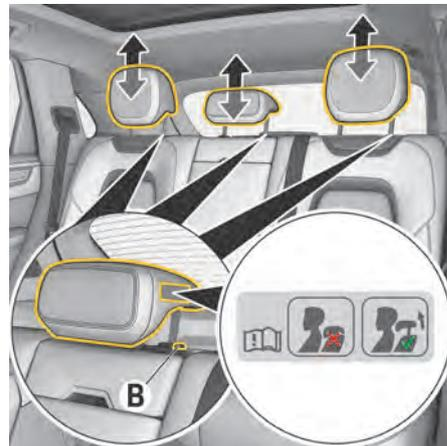

図. 70 リヤシートのヘッドレストの高さ調節
- ▶ ボタン **B** (図. 70) を押しながら希望の位置になるまでヘッドレストを押し下げてください。